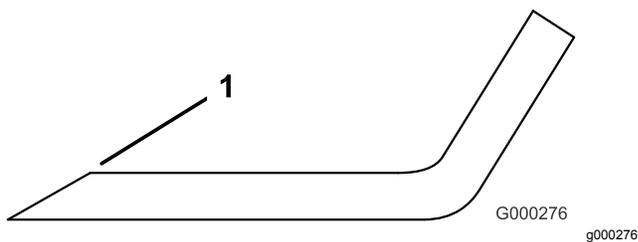

**Figura 91**
2. Examine cuidadosamente as extremidades da lâmina, prestando especial atenção à zona onde se encontram as partes curvas e planas da lâmina (Figura 91).
**Nota:** A areia e os materiais abrasivos podem desgastar o metal entre as partes plana e curva da lâmina; por isso, verifique a lâmina antes de utilizar a máquina. Se der conta de desgaste (Figura 91), substitua a lâmina.